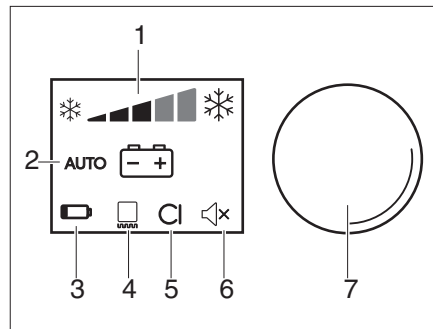

Fig. 321 Boutons de commande pour le réfrigérateur (Dometic Série 10)
- Régler la température de réfrigération avec le bouton tournant (Fig. 321,1).
- Appuyer sur le bouton de commande (Fig. 321,7) pendant 4 secondes. Le réfrigérateur est coupé.
- Régler la température de réfrigération avec le bouton tournant (Fig. 321,7).